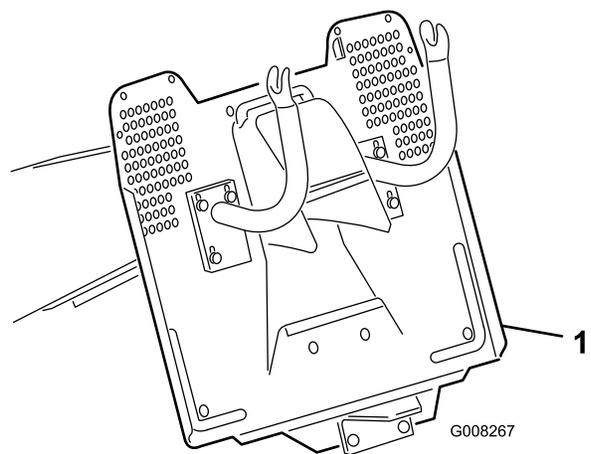

Figure 19
2. Attelez l'accessoire au crochet de remorquage situé sur la partie inférieure arrière de la machine (Figure 19).